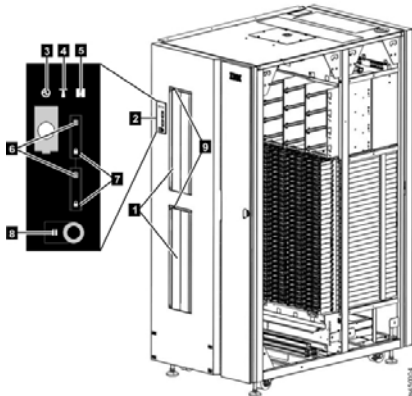

Figura 7. Ubicación de estaciones de E/S y panel de visualización en un bastidor Lx5
Puede utilizar de forma remota el menú de acciones de la estación de E/S, disponible desde la página Sistema de la GUI de gestión de TS4500, para abrir y cerrar las puertas de la estación de E/S. En la biblioteca, puede pulsar el botón de expulsión ( **9** en Figura 7 en la página 17) para abrir y cerrar las puertas. Cuando las puertas están abiertas, es posible extraer y sustituir manualmente el cargador de cartuchos para insertar o extraer cartuchos. Cuando las puertas están cerradas, el brazo robot de cartuchos puede acceder a los cartuchos. El LED de estado de bloqueo junto al botón de expulsión (también **7** en Figura 7 en la página 17)
- Utilice el botón de expulsión ( **9** en la Figura 7) o la GUI de gestión para abrir y cerrar las puertas de la estación de trabajo de E/S. No intente abrir las puertas manualmente.
Figura 7 muestra la ubicación de las estaciones de E/S y el panel de visualización. Tabla 5 en la página 18 identifica cada icono.